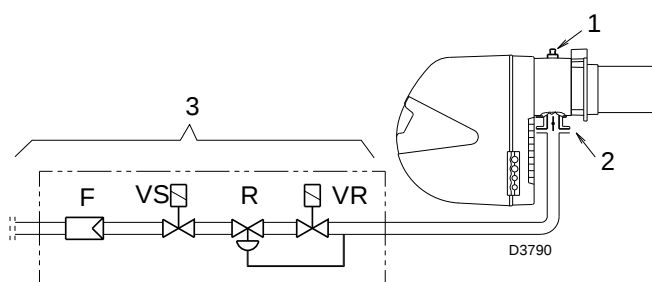

Fig. 21
Pressione del gas misurata alla presa 1)(Fig. 21), con camera di combustione a 0 mbar;
Perdita di carico farfalla gas 2)(Fig. 21) con apertura massima: 90°.
Perdita di carico rampa 3)(Fig. 21) comprendente:
- sottrarre dalla pressione del gas alla presa 1)(Fig. 21) la pressione in camera di combustione.
$$\begin{aligned} \text{Pressione del gas alla presa 1)(Fig. 21)} &= 14,1 \text{ mbar} \\ \text{Pressione in camera di combustione} &= 2 \text{ mbar} \\ 14,1 - 2 &= 12,1 \text{ mbar} \end{aligned}$$
Per conoscere invece la pressione del gas necessaria alla presa 1) (Fig. 21), fissata la potenza MAX alla quale si desidera funzioni il bruciatore:
- Leggere sulla destra, colonna 1, la pressione alla presa 1) (Fig. 21).
pressione necessaria alla presa 1) (Fig. 21).